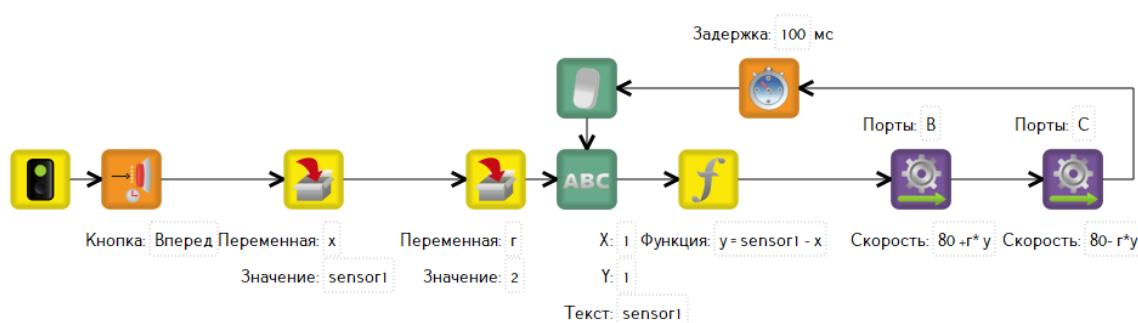

Рис. 3. Программа движения робота вдоль стены без использования структуры ветвления
4. Опишем упрощенный вариант алгоритма (рис.3).